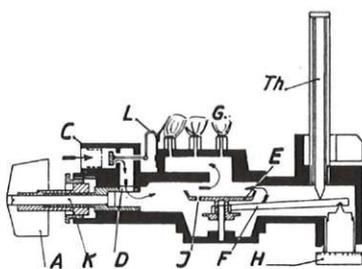

Fig. 2
b) Brûleur avec dispositif de sécurité à la veilleuse (fig. 2).